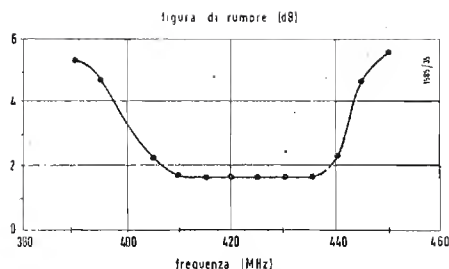
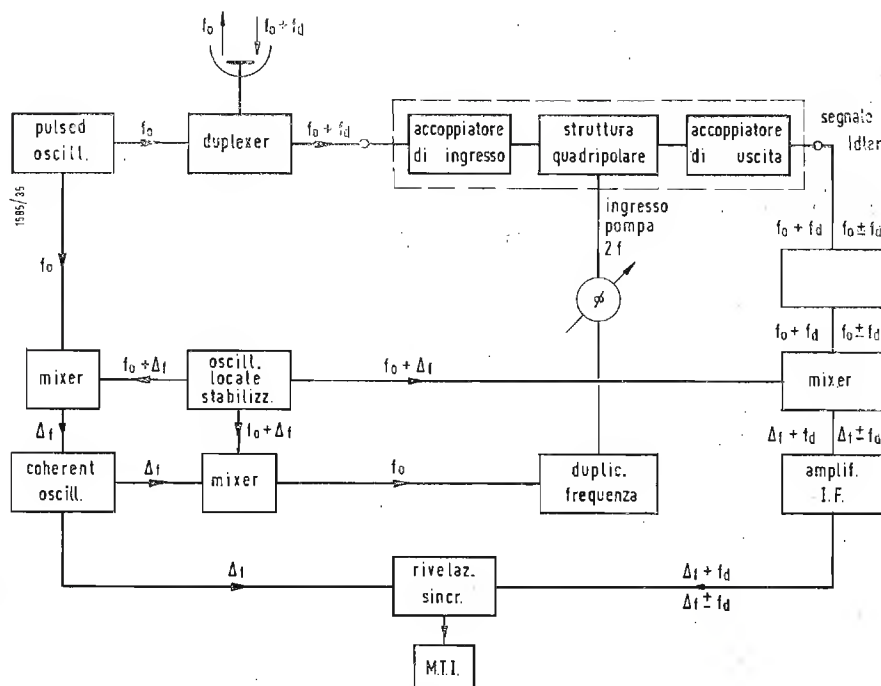
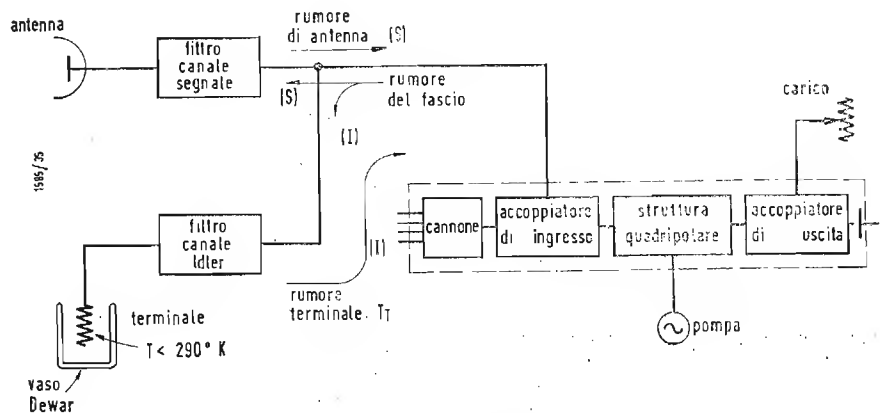

Fig. 17 - Figura di rumore per un funzionamento nella banda 400 ÷ 440 MHz.
Fig. 18 - Diagramma a blocchi per ottenere il pompaggio sincrono di un amplificatore per un radar M.T.I.
Fig. 20 - Altra disposizione con filtro per frequenza idler.
La figura di rumore per un funzionamento nella banda 400 ÷ 440 MHz è visibile in fig. 17. La frequenza idler è fonte di rumore. Dal punto di vista di riduzione del rumore, è conveniente scegliere la frequenza di pompaggio in modo tale che la frequenza di idler cada entro la banda passante degli accoppiatori.
La figura di rumore di fig. 17 è riferita a questo caso, cioè al caso in cui il segnale desiderato è ricevuto su ambedue i canali: utile e spurio (idler). Questo si verifica quando si ricevono segnali provenienti dallo spazio (radioastronomia), in cui il segnale ha essenzialmente l'aspetto di un rumore, ed ambedue i canali contribuiscono alla ricezione.
La figura di rumore è ancora quella di fig. 17. La disposizione schematica è quella di fig. 18.
d) Quando il segnale e la frequenza di idler sono distanziati da parecchi MHz, si può inserire un filtro che elimini la frequenza di idler e lasci passare il segnale. L'accoppiatore estrae il rumore dal raggio. Occorre predisporre un carico ben adattato in modo che il rumore di idler estratto non rimanga riflesso di nuovo nel raggio. Occorre perciò inserire un nuovo filtro per ottenere l'adattamento cercato, come si vede in fig. 20. Il carico per il canale di idler è costituito da una resistenza di basso valore; tale resistenza deve essere mantenuta a temperatura più bassa possibile. La figura di rumore per questo sistema di ricezione a canale singolo (il canale idler cade fuori) risulta peggiorata rispetto a quella di fig. 17. Tale andamento è funzione della temperatura di rumore
questo rumore di 78 °K verrebbe ad essere sostituito con i rumori provenienti dalla sorgente del segnale a temperatura Θ che risultano molto maggiori. Viene inserito un filtro che impedisce questo scambio alla frequenza idler e la temperatura di rumore rimane a 78 °C. Con questa disposizione si dovrebbe avere un peggioramento della figura di rumore di 1 dB rispetto a quella di fig. 17; in pratica per varie cause si hanno dei valori peggiori. Senza filtro di arresto e con l'accoppiatore «pre-clearing» a temperatura ambiente si hanno, in condizioni di larga